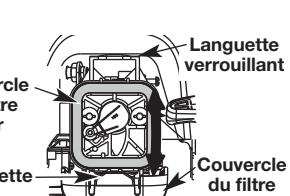

Fig. 32
- Ouvrez le couvercle du filtre à air. Appuyez vers l'intérieur sur la languette de fermeture sur la partie supérieure du couvercle, tirez ensuite sur le couvercle du filtre à air vers l'extérieur et le bas. (Fig. 32).
- Sortez le filtre à air (Fig. 32).
- Remettez le couvercle du filtre à air en place. Positionnez les fentes dans la partie inférieure du couvercle du filtre à air sur les languettes sur la partie inférieure de la face arrière (Figs. 32).
- Faites pivoter le couvercle jusqu'à ce que la languette sur la face arrière du filtre arrière se loge dans la fente sur le couvercle du filtre à air (Fig. 32).